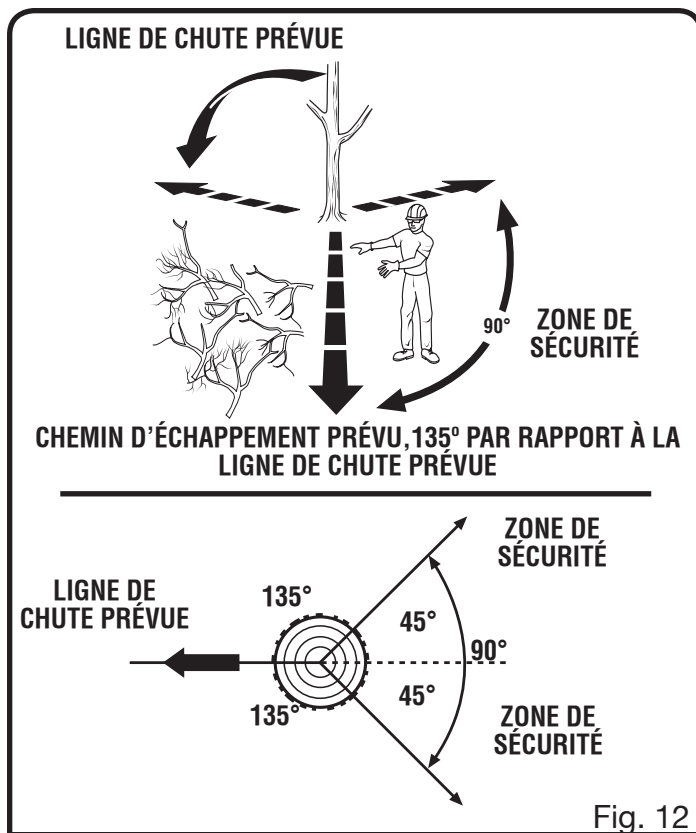

Fig. 12
Voir la figure 12 à 15.
- Avant de commencer une coupe, déterminer un chemin d'échappement (ou plusieurs au cas où le chemin prévu serait bloqué) déblayer les environs immédiats et s'assurer qu'aucun obstacle se trouve sur le chemin d'échappement prévu. Déblayer le chemin d'échappement sur environ 135° par rapport à la ligne de chute prévue. Le chemin d'échappement doit s'étendre en diagonale, à l'opposé de la ligne de chute prévue. Voir la figure 12.